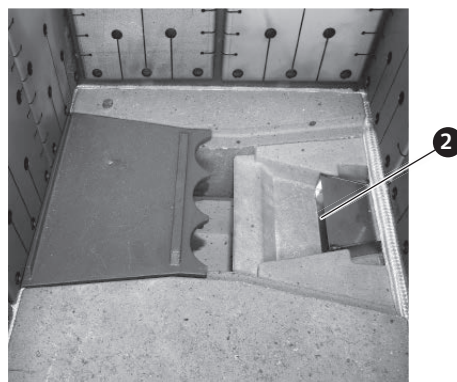

Fig. 49 Sortir les tablettes de combustion, contrôler les ouvertures d'air secondaire.
- ▶ Sortir les deux tablettes de combustion, aspirer la cendre et contrôler, ou dégager le cas échéant, les ouvertures d'air secondaire se trouvant en dessous – Fig. 49.